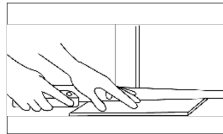

Figura 6
- Recorte por debajo los marcos de las puertas. Retire cualquier base, moldura de zócalo o umbrales del vano de la puerta existentes. Estos artículos pueden colocarse nuevamente después de la instalación del revestimiento. Todos los marcos y jambas de las puertas deben ser recortados para evitar líneas de corte difíciles (Figura 6).